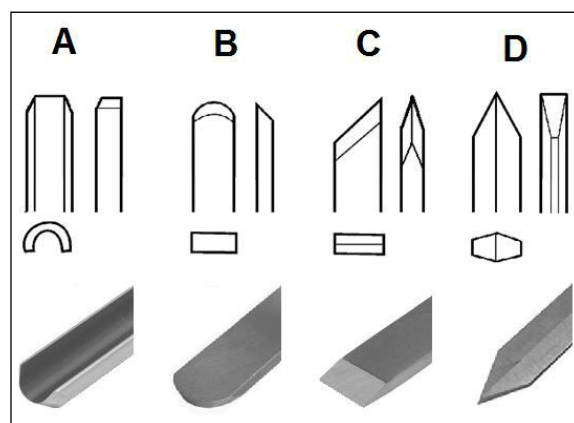
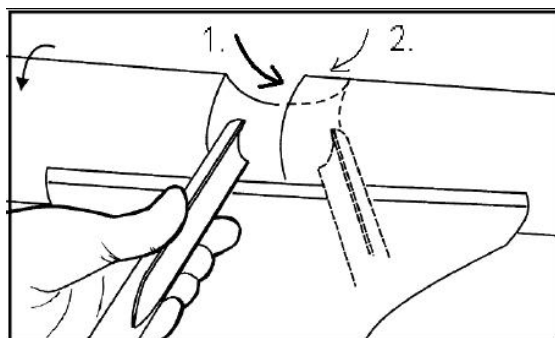

Fig 9
Fig. 10
**La gouge (A, Fig. 9),** Outil le plus important, il sert au dégrossage, au creusage des bols et assiettes et au tournage de rétrécissements (Fig. 10).
**Le racloir (B, Fig. 9).** Sert au calibrage intérieur et extérieur et à l'élimination des stries d'usinage.
**Le biseau (C, Fig. 9).** Sert au tournage de rainures en V et au calibrage extérieur.
**Le piquet (D, Fig. 9).** Sert au travail direct dans la pièce d'œuvre, par ex. pour détalonner et pour délimiter. Il peut aussi servir de racloir.